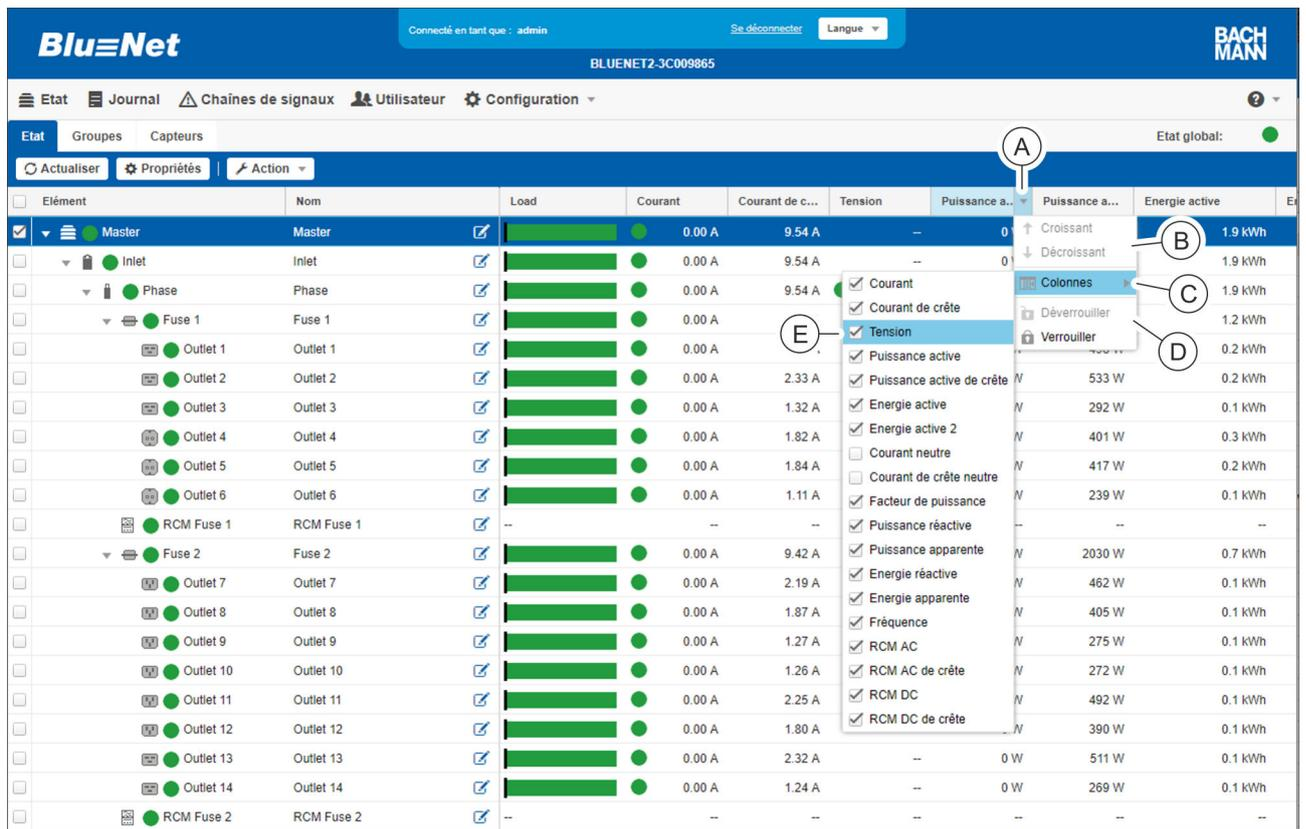

Fig. 94 : Modification du groupement des différentes valeurs mesurées
1. ➔ Déplacer le curseur de la souris dans la ligne de titre de la valeur mesurée (Fig. 94 /Ⓐ).
2. ➔ Débloquer le verrouillage de la colonne en appuyant sur le point de menu « Déverrouiller » (Fig. 94 /Ⓑ).
4. Appuyer sur le point de menu « *Croissant* » ou « *Décroissant* » (Fig. 94 /Ⓢ) pour modifier le tri des paramètres.
6. Dans le point de menu « *Colonnes* » (Fig. 94 /Ⓢ), cocher ou décocher la case du paramètre souhaité pour le masquer ou l'afficher (Fig. 94 /Ⓢ).
7. Activer à nouveau le verrouillage de la colonne en appuyant sur le point de menu « *Verrouiller* » (Fig. 94 /Ⓢ).